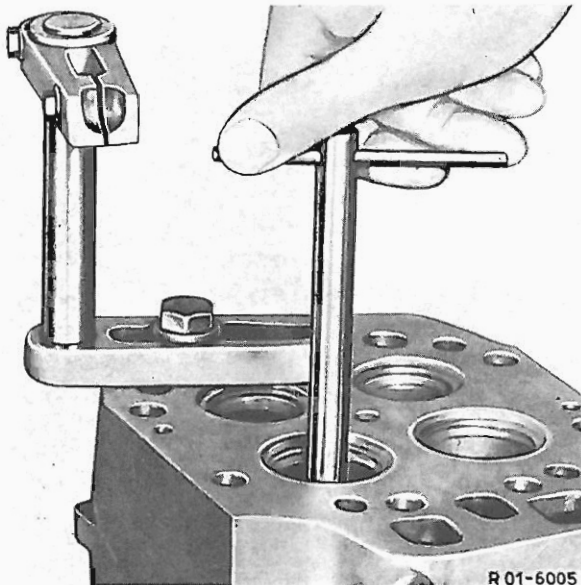

Bild 01-4/2
4. Lünette (18, siehe Bild 01-4/3) auf Zylinderkopf aufsetzen, Schrauben M 12 $\times$ 130 leicht anziehen.
6. Kontermutter (12, siehe Bild 01-4/3) lösen. Drehwerkzeug über den mit Öl benetzten Piloten einführen, Schraube (11, Schnellverstellung) drehen, bis Drehstahl am Pilot anliegt, dann Drehwerkzeug nach unten schieben, bis Drehstahl in Mitte des Ventilsitzringes ist.